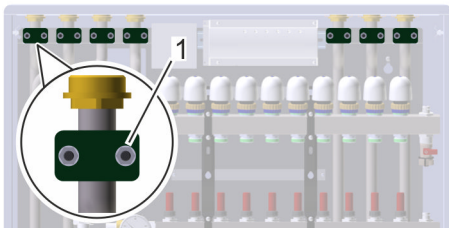

Abb. 36: Rohrbefestigungen lösen
2. → Mit einem Innensechskantschlüssel alle Rohrbefestigungen (Abb. 36/1) des Heizungsmoduls anlösen.